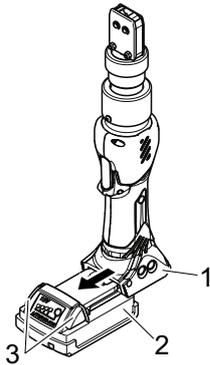

Fig. 18: Retirar la batería
- ▶ Pulse los botones (Fig. 18/3) y saque la batería (Fig. 18/2) de las tenazas de contracción CP 10 / CP 20 / CC 20 (Fig. 18/1).